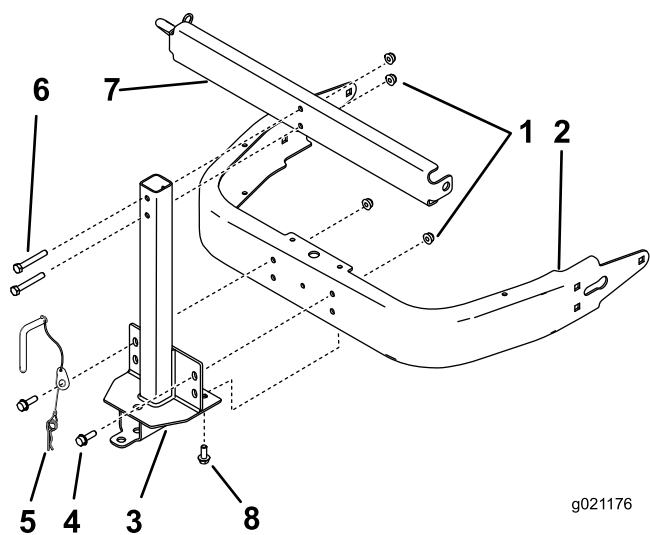

Figura 1
2. Utilizando os dois furos superiores, instale o conjunto de montagem do tabuleiro e conjunto do pino na máquina utilizando 2 parafusos (5/16 x 1 pol.) e 2 porcas de bloqueio (5/16 pol.) (Figura 1).
3. Instale o conjunto de montagem do tabuleiro na parte inferior da máquina utilizando dois parafusos autoroscantes (5/16 x 3/4 pol.) (Figura 1).
4. Instale o suporte de apoio no conjunto de montagem do tabuleiro com dois parafusos (3/8 x 2-1/4) e duas porcas de bloqueio (5/16 pol.) (Figura 1).